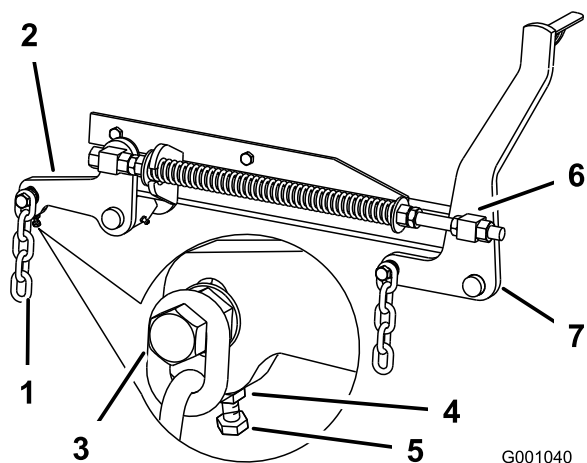

Figura 75
7. Si las medidas realizadas en las posiciones **B** o **C** no son correctas, afloje el perno que fija la cadena trasera al brazo de soporte trasero (Figura 75).
8. Afloje la contratuerca situada debajo del brazo de soporte trasero y ajuste el perno de ajuste hasta obtener una medida de 80 a 83 mm (3-1/8 a 3-1/4 pulg.) (Figura 75).
7. Afloje las contratuercas de pivote delantero, en la parte delantera de los pivotes derecho e izquierdo, aproximadamente 13 mm (1/2 pulg.) (Figura 75).
8. Ajuste las tuercas de elevación en el lado izquierdo y derecho de la máquina hasta obtener una distancia de 6 a 10 mm (1/4 a 3/8 pulg.) menos en la parte delantera en **A** que en la parte trasera, en **B** (Figura 75).